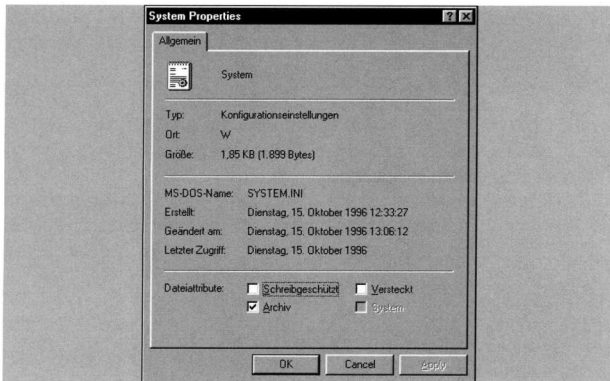

Abb. 16.3: SYSTEM.INI-Attribute ändern
4. Es erscheint das Dialogfenster, wie es in der Abbildung 16.3 dargestellt ist, wo Sie noch einmal überprüfen müssen, ob es sich bei dieser Datei auch wirklich um die SYSTEM.INI handelt (weil der Explorer dummerweise die Dateinamenserweiterungen je nach Verknüpfung nicht anzeigt).